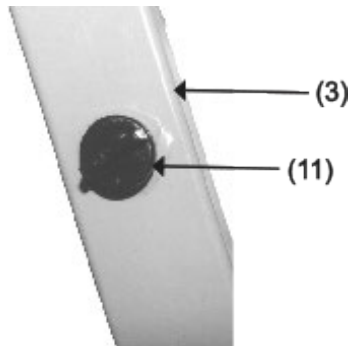

Figura 2
3. Fixe a barra transversal (8) ao suporte principal (3) e à perna (1). Deslize a arruela de pressão (9) e a arruela (10) no parafuso (5). Passe pelo suporte principal (3) e pela barra transversal (8). Do lado oposto, deslize a arruela de pressão (9) e a arruela (10) no segundo parafuso (5) e rosqueie na perna (1) e na barra transversal (8).
6. Desaparafuse e remova os dois plugues (11) e encha o suporte com areia para reduzir o ruído durante o uso do produto. Use somente areia para encher o suporte. Não utilize nenhum outro material ou líquido para encher o suporte. Parafuse os plugues novamente no suporte. Veja a Figura 2 para mais detalhes.